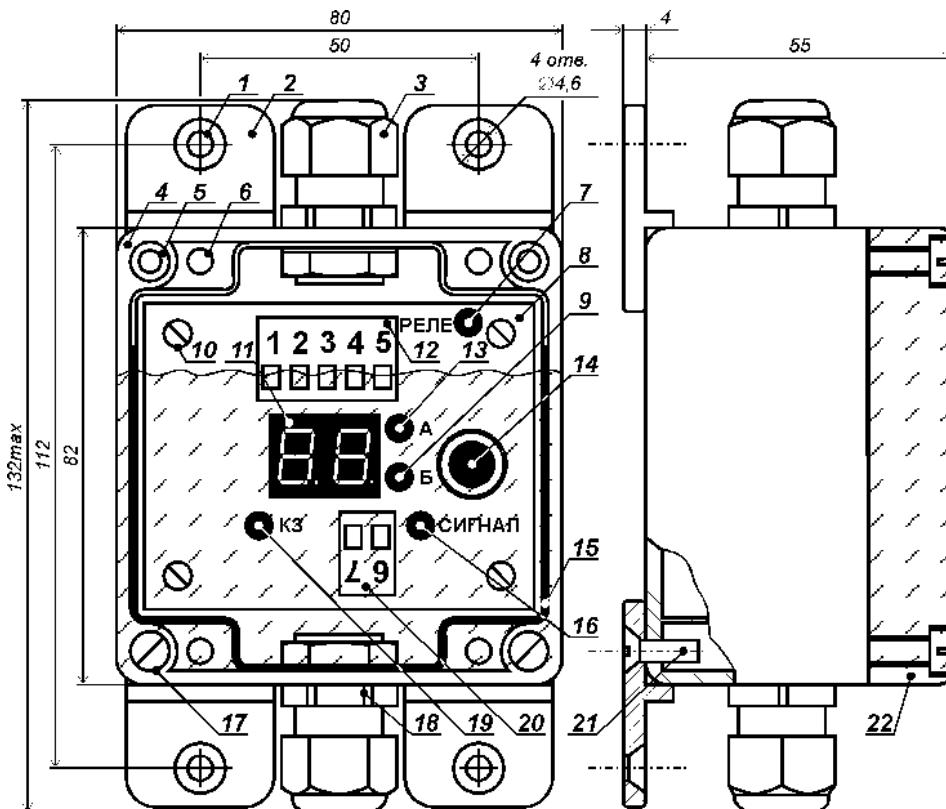
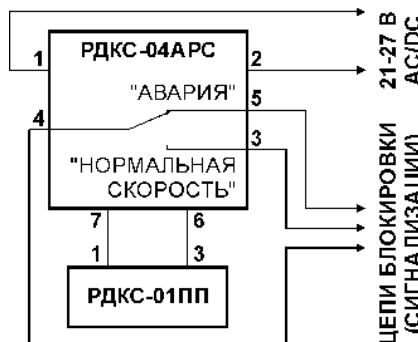

Рис. 2. Конструкция реле скорости РДКС-04АРС.
Рис. 9. Схема соединений составных частей УКС и назначение внешних клемм.
Конструкция реле скорости РДКС-04АРС (далее именуемого «РС») показана на рис. 2. Устройство размещено в пластмассовом корпусе [поз. 4], который закрыт прозрачной крышкой [поз. 22] через уплотнитель [поз. 15] четырьмя винтами [поз. 17]. Винты вворачиваются в резьбовые втулки [поз. 5], запрессованные в стенках корпуса.
- светодиод: «Реле» [поз. 7], показывающий состояние выходных контактов РС. Светодиод горит, когда контакты находятся в положении «Нормальная скорость» (рис. 9).
Схема подключения УКС изображена на рис. 9.
После подачи питания и до нажатия на энкодер [поз. 14 на рис. 2] РС находится в режиме «Работа». Светодиод «А» [поз. 13 на рис. 2] горит, если скорость механизма выше номинальной, а светодиод «Б» [поз. 9 на рис. 2] – если ниже. Цифровое табло [поз. 11 на рис. 2] показывает процент отклонения текущей скорости механизма от номинальной. Если отклонение превысило заданный порог и это превышение длится дольше заданной задержки, то контакты выходного реле РС переходят в положение «Авария» (рис. 9). При изменении скорости на 50 % и более задержка отсутствует. Цифровое табло отображает зафиксированный процент изменения скорости: если скорость в момент отключения была выше номинальной, то горит светодиод «А», а если ниже – то светодиод «Б». В случае принудительного (миняя контакты РС) пуска механизма, когда его скорость войдёт в допустимый диапазон и пройдёт заданное время задержки, контакты реле вернутся в положение «Нормальная скорость» (рис. 9).
В режиме «Автонастройка» РС запоминает текущую скорость объекта, в дальнейшем принимая её за номинальную (за 100%). Контакты реле переходят в положение «Нормальная скорость» (рис. 9) и одновременно мигают светодиоды «А» и «Б».
4. Если при подаче напряжения на РС загорается светодиод «КЗ» [поз. 19 на рис. 2], то следует проверить правильность выполнения п. 1 или устранить короткое замыкание в линии связи между ПП и РС.